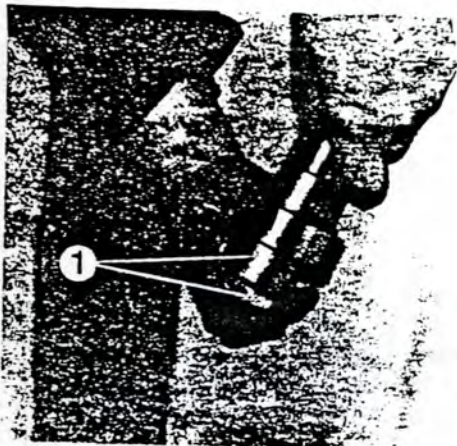

Fig. 1
- Die Kegelritzelwelle ist am Ende mit einer Distanzhülse und Mutter zu versehen (Fig. 1/1), damit beim Einsetzen der Kegelritzelwelle in das Gehäuse das Lager (Fig. 2/1) nicht herausgeschlagen wird.
- The end of the bevel pinion shaft bears a spacing sleeve and nut (Fig. 1/1) so that bearing (Fig. 2/1) will not be knocked out when bevel pinion shaft is introduced into housing.